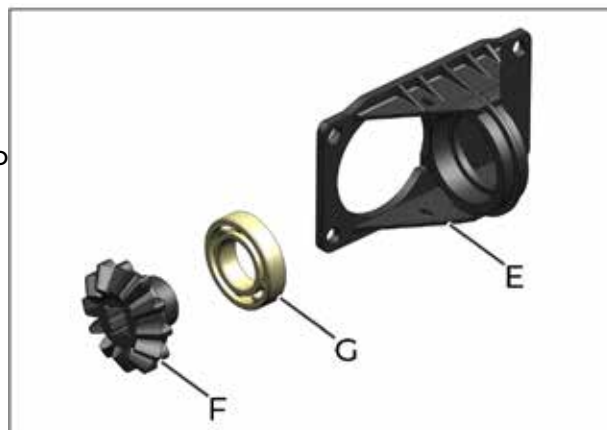

fig. 57
Com o mancal removido, retire o pinhão movido (F) (fig. 57) e o rolamento (G) (fig. 57).